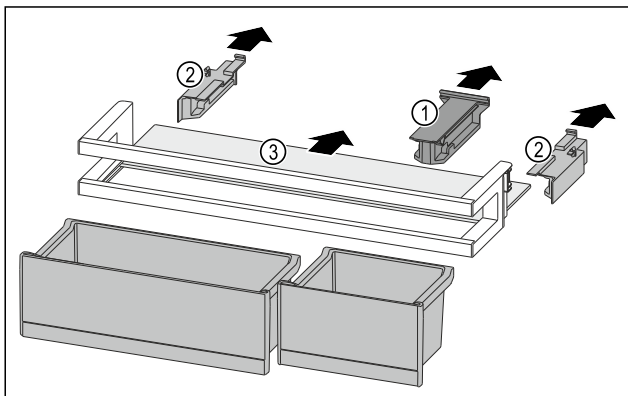

Fig. 92
- ▶ Snemite držalni del Fig. 92 (1).
- ▶ Snemite stranski del Fig. 92 (2).
- ▶ Odstranite polico za odlaganje Fig. 92 (3).